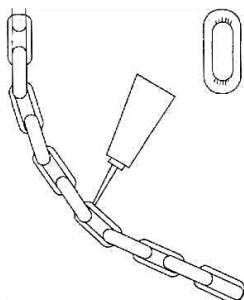

Figure 4.5
- c) Lubrifiez chaque maillon de la connexion de la chaîne et la poulie de charge. Après la lubrification , soulevez la chaîne de haut en bas sans charge afin de lubrifier uniformément. (Fig.4.5)